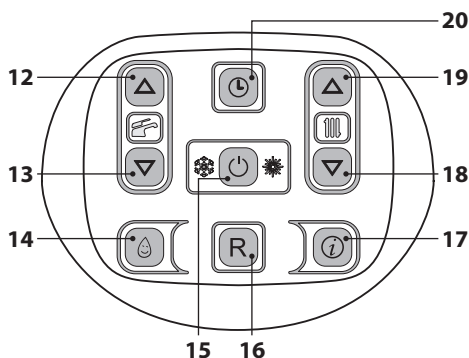
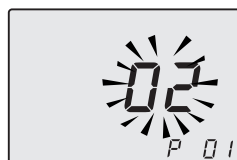
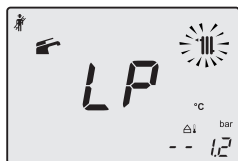
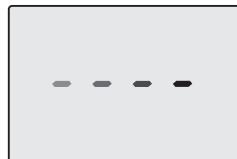

Figura 7.2
Figura 7.3
Figura 7.4
Figura 7.9
- Entrare in "modalità programmazione" premendo contemporaneamente per 10 secondi i tasti 15 - 18 - 19 (Figura 7.2) fino a far apparire sul display LCD le lettere **P01** e il valore del parametro, indicanti l'entrata nel "parametro 01" (Figura 7.3).
19 (Figura 7.2) per entrare nella funzione "spazzacamino attivo alla potenza minima in sanitario". Sul display appare **LP** alternato alla temperatura dello scambiatore primario caldaia (Figura 7.4).
- Premere il tasto 19 (Figura 7.2) per entrare in modalità "spazzacamino alla potenza minima in riscaldamento". Sul display appare **hP** alternato alla temperatura dello scambiatore primario (Figura 7.5).
- Utilizzare i tasti 18 o 19 (Figura 7.2) fino a portarsi allo stato **dP** (spazzacamino attivo in massimo sanitario) sul display appare **dP** alternato alla temperatura dello scambiatore primario caldaia (Figura 7.7).
- Premere il tasto 18 (Figura 7.2) fino a portarsi allo stato LP (spazzacamino attivo in minimo sanitario) sul display appare LP alternato alla temperatura dello scambiatore primario caldaia. (Figura 7.8).
- Spegner la caldaia tenendo premuto per 2 secondi il tasto 15 (Figura 7.2) fino a far apparire sul display LCD il simbolo - - - - (Figura 7.9).